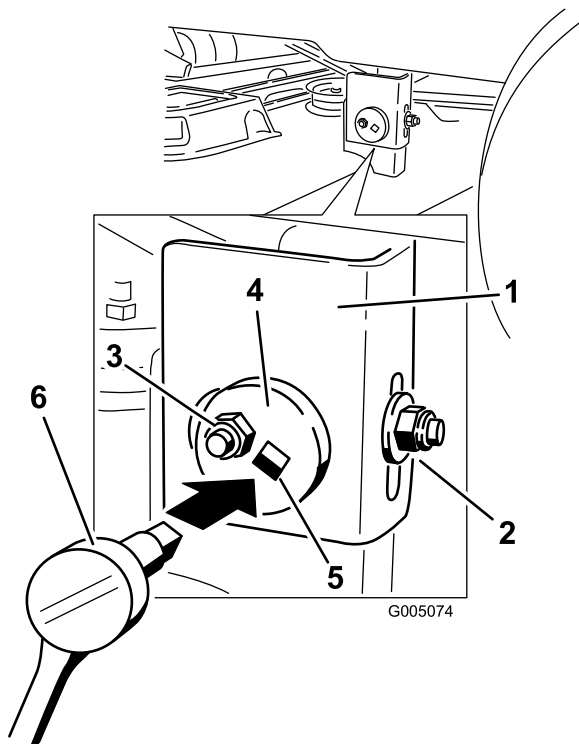

Figura 52
6. Vaya al lado izquierdo de la máquina. Afloje, pero no retire, la tuerca de bloqueo trasera de la barra de soporte (Figura 52).
7. Afloje la tuerca de bloqueo lateral de la barra de soporte lo suficiente para permitir ajustar la placa excéntrica (Figura 52). Utilice una llave de extensión de 3/8 pulg. de una llave de tubo para manipular la placa excéntrica. Utilice la llave para ajustar la altura de la carcasa del cortacésped hasta que la diferencia entre las medidas tomadas en el Paso 5 sea de 3/16 pulgada (5 mm) o menos.
8. Cuando la carcasa esté en la posición deseada, apriete la tuerca de bloqueo lateral de la barra de soporte para fijar la posición nueva (Figura 52). Apriete la tuerca de bloqueo trasera de la barra de soporte.